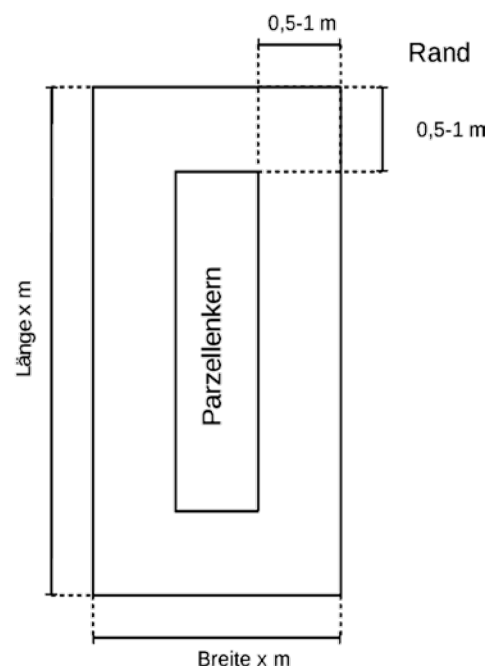

Abbildung 2: Beispielhafte Darstellung des Kerns der Parzelle
- Besonderheiten: Handernte oder spezielle Technik nötig, Datenerfassung im Parzellenkern (Abbildung 2)